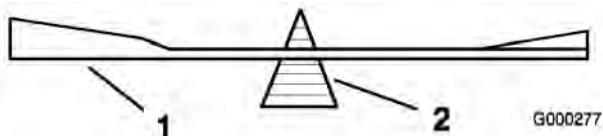
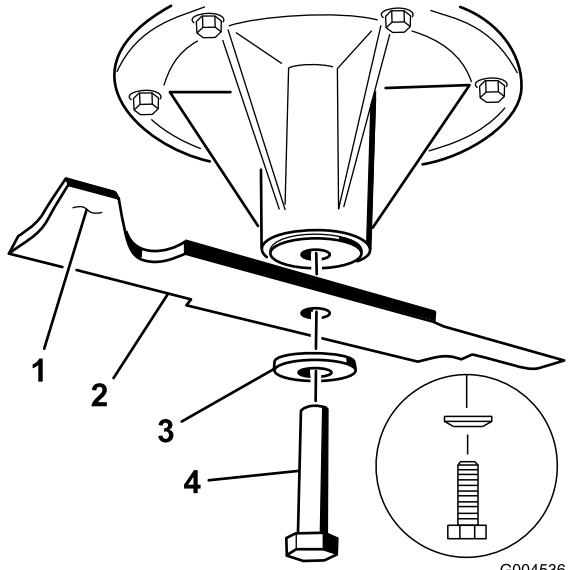

Figura 59
Figura 60
2. Retire del eje el perno de la cuchilla, la arandela de muelle y la cuchilla (Figura 60).
- Verifique el equilibrio de la cuchilla colocándola sobre un equilibrador de cuchillas (Figura 59). Si la cuchilla se mantiene horizontal, está equilibrada y puede utilizarse. Si la cuchilla no está equilibrada, rebaje algo el metal en la parte de la vela solamente (Figura 60). Repita este procedimiento hasta que la cuchilla esté equilibrada.
- Instale la cuchilla en el eje (Figura 60).
- Instale la arandela de muelle y el perno de la cuchilla. El cono de la arandela de muelle debe estar orientado hacia la cabeza del perno (Figura 60). Apriete el perno de la cuchilla a 115–150 Nm.